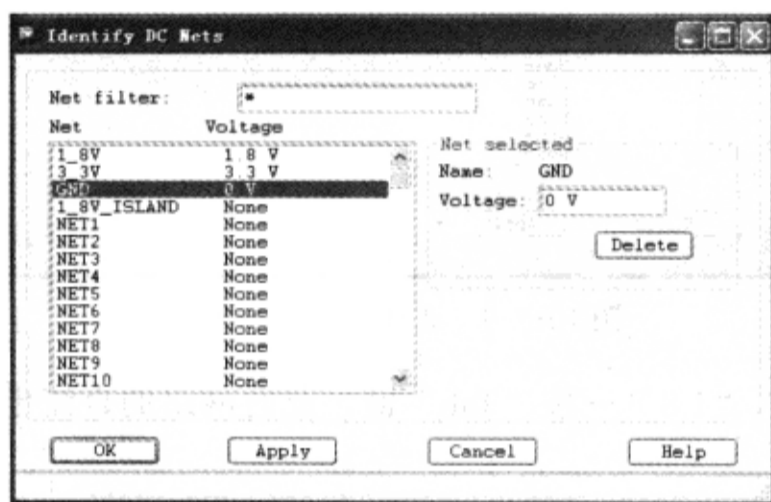

图 10-7-14 指定电压
(7) 双击“Voltage”栏中的“None”，输入“0”→按“Tab”键，此时网络的直流电压特性为 0V，如图 10-7-14 所示。